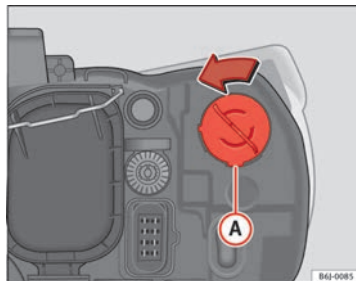

Fig. 153 Feu clignotant
- Tournez la douille d'ampoule → fig. 153 **A** vers la gauche puis tirez.